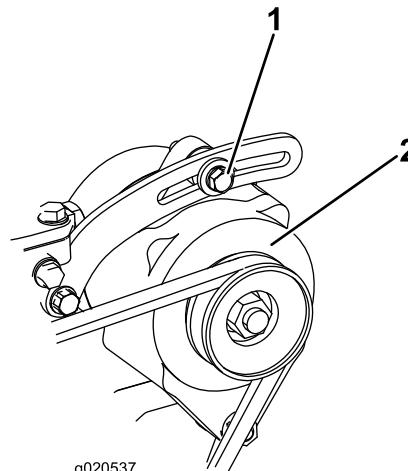

Bild 100
- Lockern Sie bei einer Durchbiegung von mehr oder weniger als 10 mm die Befestigungsschrauben der Lichtmaschine (Bild 100).